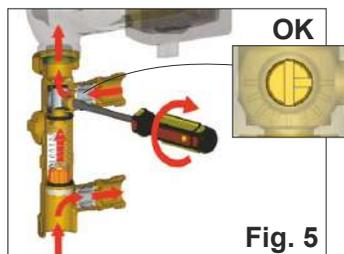

Fig. 5
- Colocar el tornillo de ajuste como se ilustra en la fig. 5;